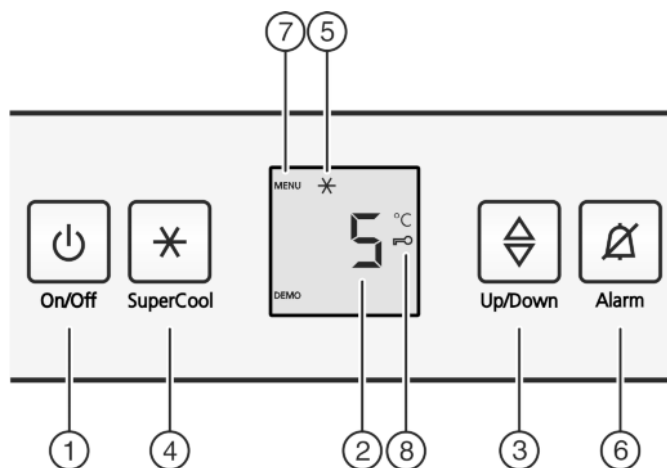

Fig. 2
- ▶ Stiskněte tlačítko On/Off Fig. 2 (1).
- ▶ Stiskněte tlačítko SuperCool *Fig. 2 (4)* asi na 5 sekund.
- ▷ Na displeji se zobrazí Symbol menu *Fig. 2 (7)*.
- ▶ Potvrďte krátce tlačítkem SuperCool *Fig. 2 (4)*.
- ▷ Na displeji svítí Symbol dětské pojistky *Fig. 2 (8)*.
- ▶ Stiskněte krátce tlačítko On/Off *Fig. 2 (1)*.
- ▶ Stiskněte tlačítko Alarm *Fig. 2 (6)*.
- ▶ Vyvolání funkce teploty: Stiskněte seřizovací tlačítko *Fig. 2 (3)*.
- ▶ Změna teploty v krocích po 1 °C: Seřizovací tlačítko *Fig. 2 (3)* stiskněte tolikrát, až na ukazateli teploty svítí požadovaná teplota.
- ▶ Krátce stiskněte tlačítko SuperCool *Fig. 2 (4)*.
- ▷ Symbol SuperCool *Fig. 2 (5)* na ukazateli svítí.
- ▷ Symbol SuperCool *Fig. 2 (5)* na ukazateli zhasne.